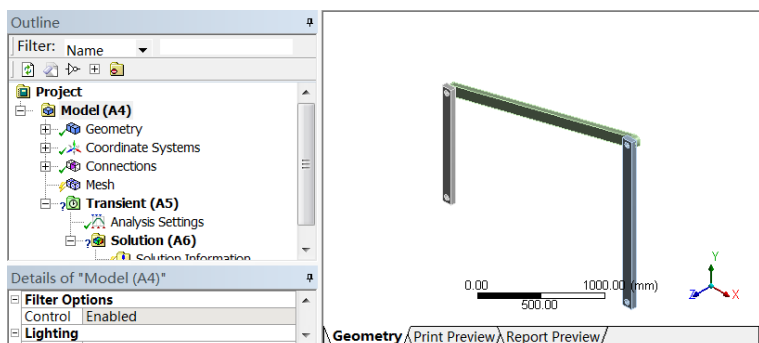

图 16-11 分析树结构图
1) 双击主界面项目管理区项目 A 中的 A3 栏“Model”项，进入 Mechanical 界面，分析树结构图如图 16-11 所示，在该界面下即可进行网格的划分、分析设置、结果查看等操作。